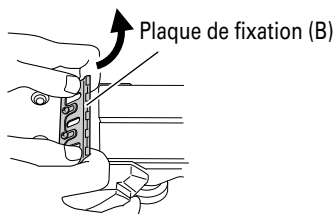

Fig. 8
- (2) Comme indiqué à la Fig. 8, glisser le support de lame dans le sens de la flèche pour retirer la lame.